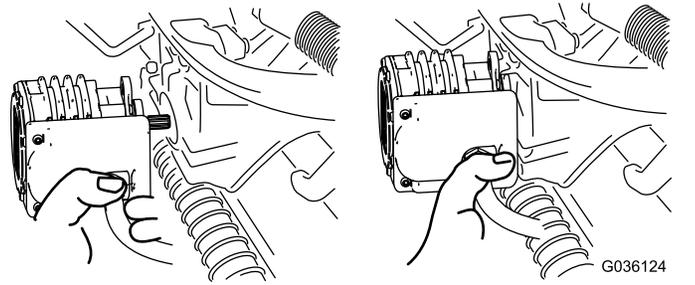

Figura 53
4. Mueva el motor al lugar de almacenamiento en la parte delantera del brazo de suspensión (Figura 53).